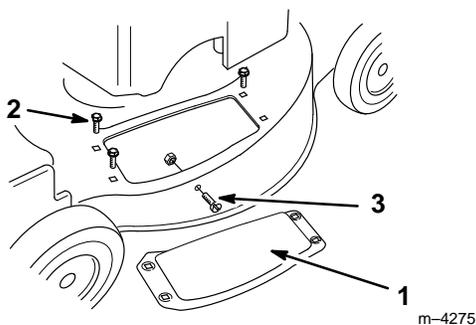

Figure 32
3. Retirer les trois boulons de fixation de la plaque d'obturation du carter de tondeuse (Fig. 32). Conserver soigneusement la plaque et les boulons pour un éventuel remontage ultérieur.
4. Retirer la vis et l'écrou se trouvant sur le côté du carter de tondeuse (Fig. 32). Les conserver pour les utiliser ultérieurement.